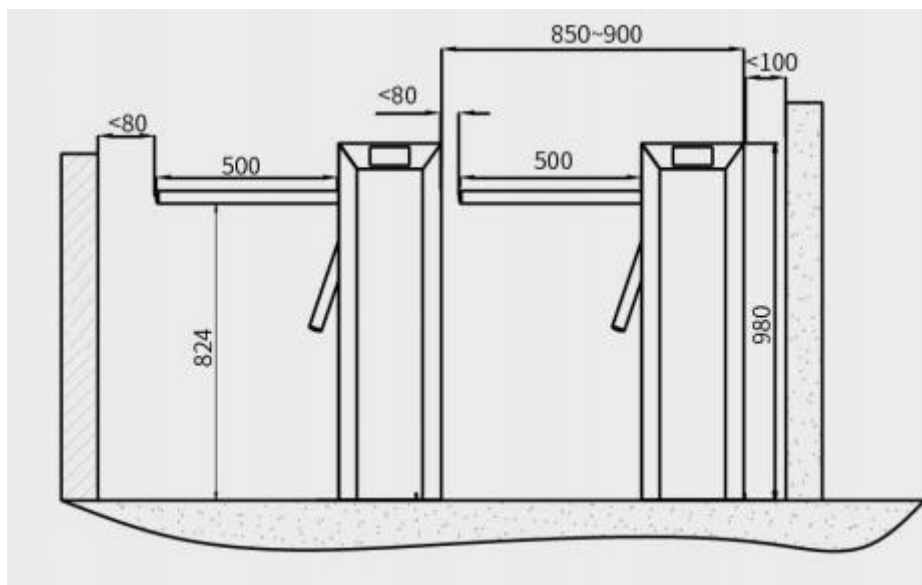

Figura 3-1
Se sugiere instalar una estructura auxiliar o una cerca para formar un pasillo, como se muestra en la Figura 3-1.
2. El espacio libre desde el extremo del brazo no debe ser mayor de 80 mm (ver Figura 3-1).